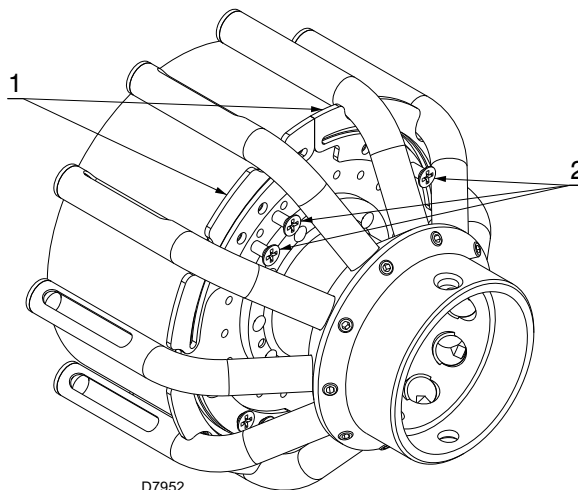

Fig. 18
- quitar los 8 tornillos 2)(Fig. 18);